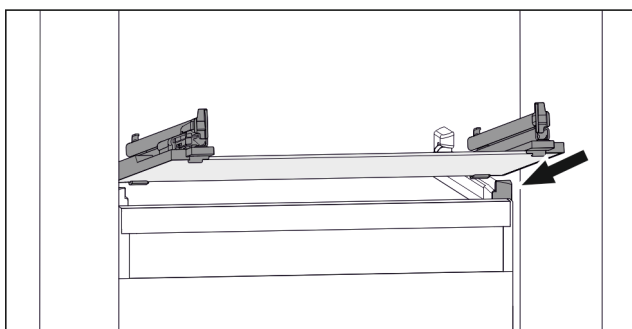

Fig. 47 Stiklinės lentynėlės atvaizdo pavyzdys
- Uždėkite stiklinę lentynėlę įstrižai už stabdiklių. (žr. Fig. 47)